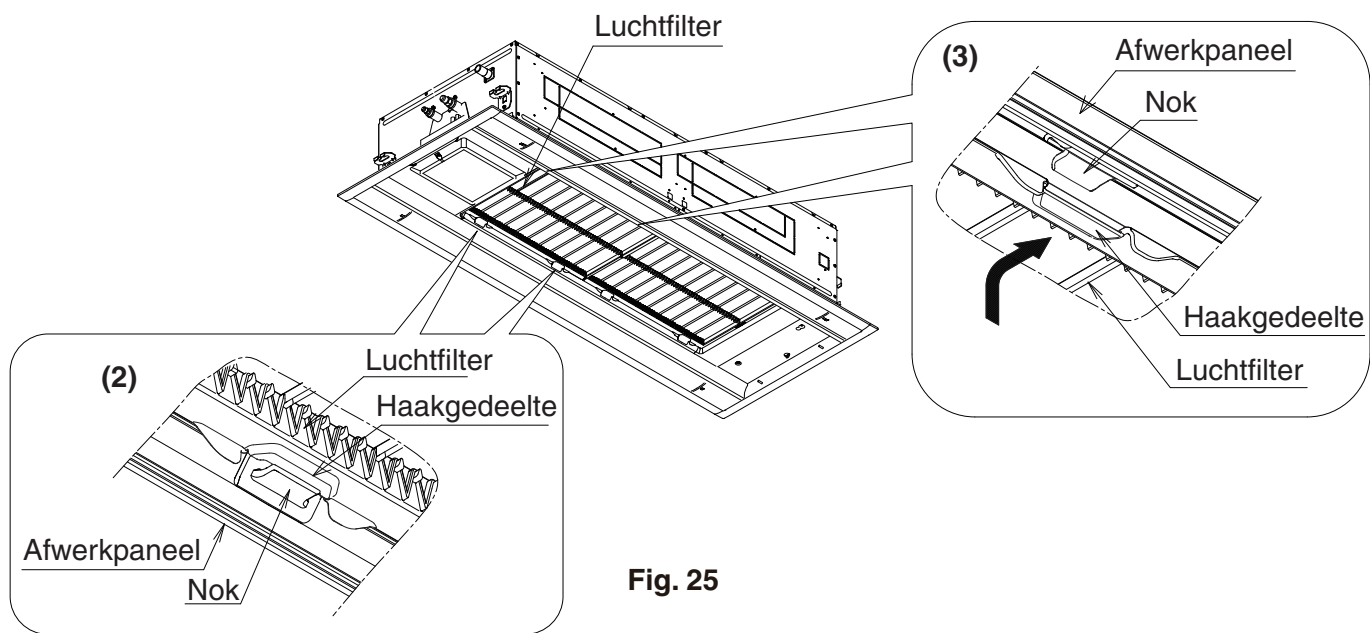

Fig. 25
- (2) Haak het gedeelte van het luchtfilter aan de nok van het afwerkpaneel. **(Zie Afb. 25)**
(3) Sluit het luchtfilter in omgekeerde volgorde. **(Zie Afb. 25)**